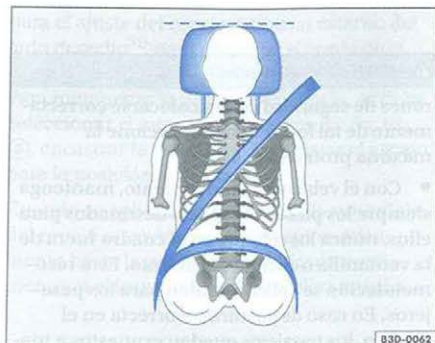
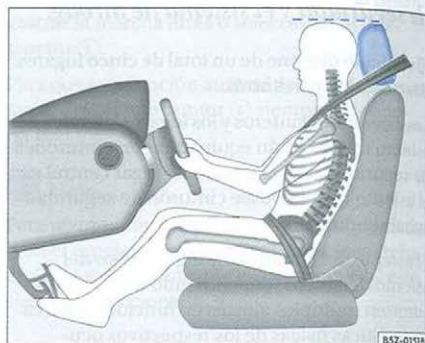

Fig. 63 Vista frontal: apoyo para cabeza ajustado correctamente y banda del cinturón colocado correctamente
Fig. 64 Vista lateral: apoyo para cabeza ajustado correctamente y banda del cinturón colocado correctamente
- Ajuste los apoyos para cabeza, de tal forma que la parte superior del respaldo quede en el mismo nivel o lo más próximo posible de la parte más alta de su cabeza ⇒fig. 63 y ⇒fig. 64.